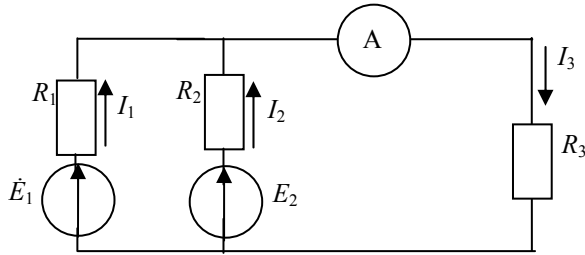

Рис. 3.20
3.2.8. Методом наложения определить показание амперметра в цепи (рис. 3.20), где  $E_1 = 52$  В,  $E_2 = 48$  В,  $R_1 = 4$  Ом,  $R_2 = 8$  Ом,  $R_3 = 10$  Ом.